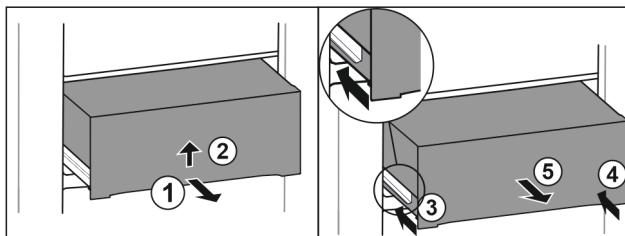

Fig. 35
- Vytiahnite zásuvku do polovice. Fig. 35 (1)
- Nadvihnite zásuvku na spodnej strane. Fig. 35 (2)
- Zasuňte ľavú koľajničku. Fig. 35 (3)
- Zasuňte pravú koľajničku. Fig. 35 (4)
- Odoberte zásuvku dopredu. Fig. 35 (5)